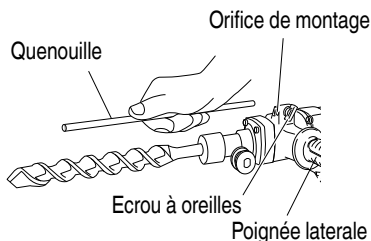

Fig. 8
5. Utilisation de la pièce d'arrêt (Fig. 8)